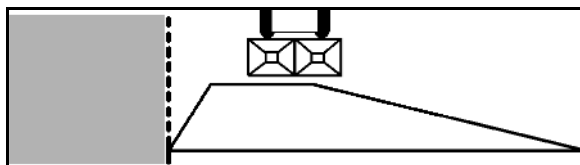

Рис. 38
2. Распределение по канаве в соответствии с предписанием о внесении удобрений (Рис. 38):